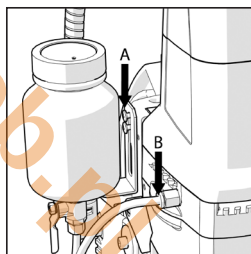

Fig. 3
- Le système de refroidissement doit être attaché à la machine à l'aide des vis à tête creuse $\varnothing 6$ mm insérées dans le trou fileté situé en haut à gauche du châssis de la machine. **(Fig. 3 a)**